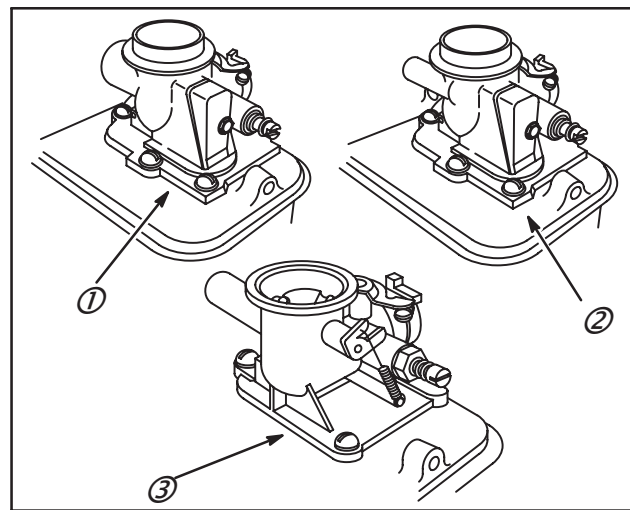

Fig. 10
Types de carburateur (Fig. 10)
Starter automatique toutes températures (1), starter automatique simple (2) et Choke-A-Matic® (3), Fig. 10.